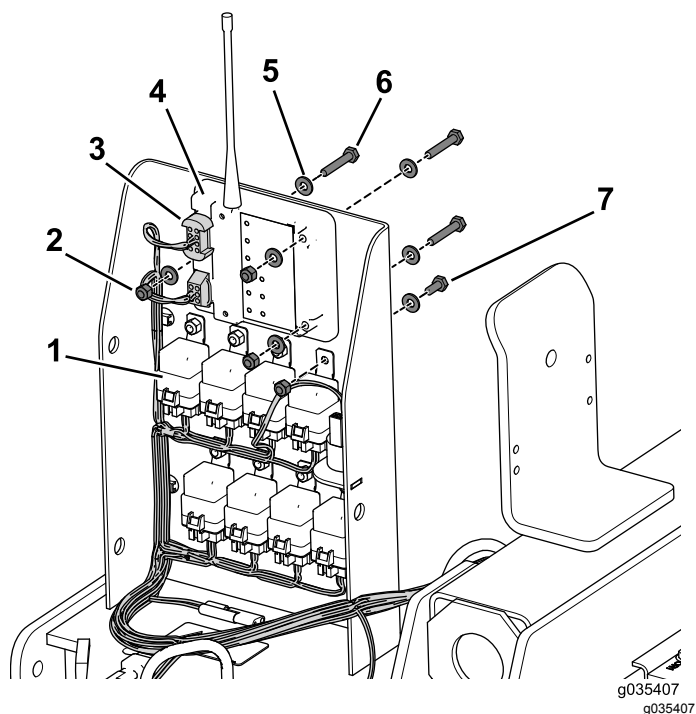

図 2
2. リレーを除く全部の機器からワイヤハーネスを外す 図 2。
3. コンパートメント内部の機器を固定しているボルト類をすべて取り外す 図 2。
4. 音声アラーム以外の、コンパートメント内部の機器をすべて取り外す 図 2。